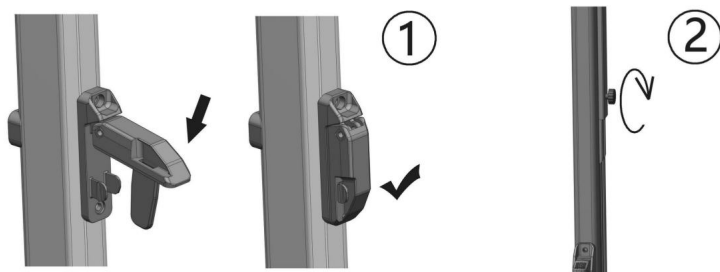

Figura D18
4.2.7 Presione hacia abajo el bloqueo de desplazamiento en el medio del brazo de soporte y apriete el tornillo de la varilla interior. El toldo se ha cerrado. (Figura D18)